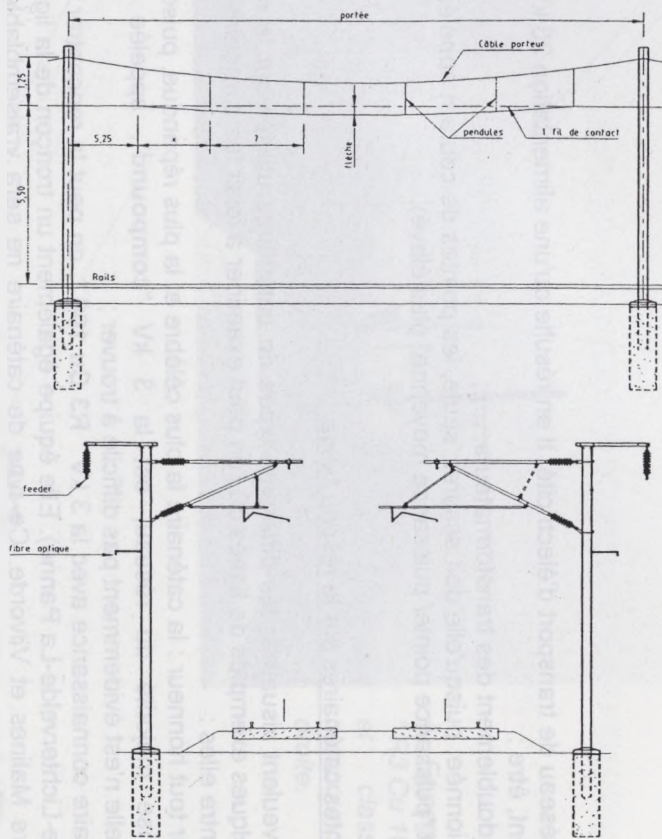

Fig. 7. Caténaire "R1 - 300"
- enfin, la caténaire équipant les tronçons des LGV en 25 kV, appelée "**R1-300**" (Fig. 7) est visible sur la ligne TGV en direction de Paris (*Thalys*) et Lille (*Eurostar*) ; il s'agit d'un type de caténaire de conception française.